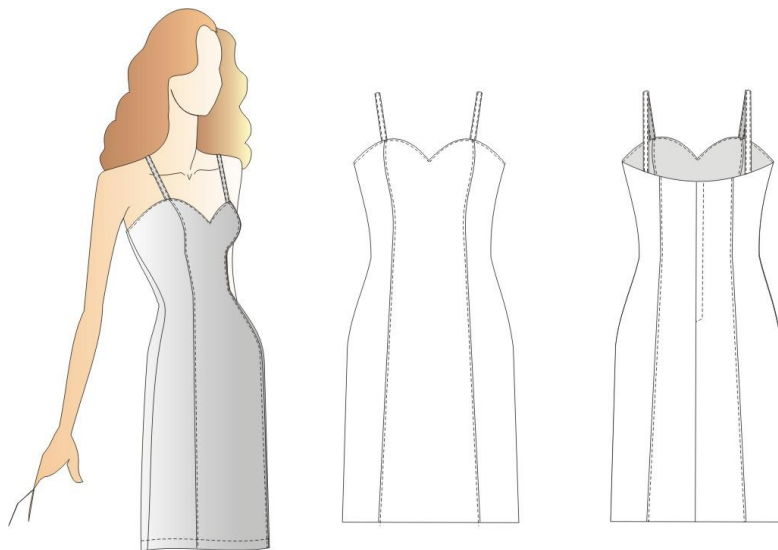

Figura 26 – Vestido com Alça
14.2 - VESTIDO COM ALÇA - (FIGURA 26)